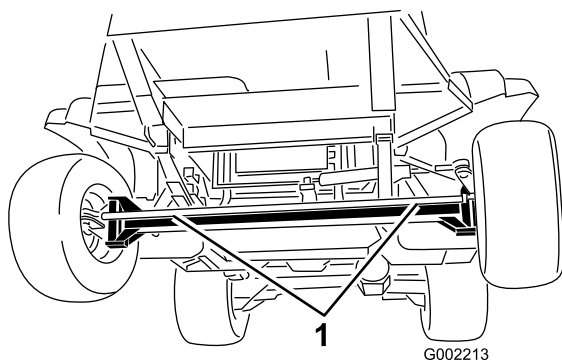
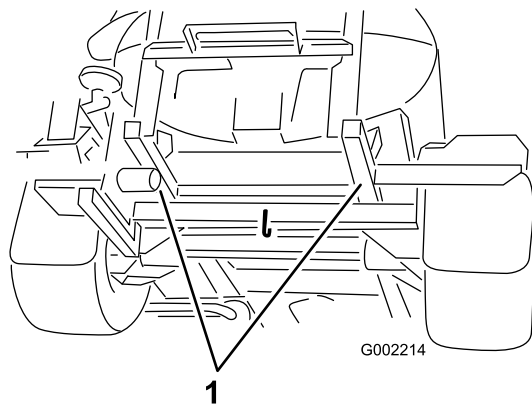

Figura 58
Figura 59
4. Conecte un cable de remolque al bastidor; consulte los puntos de remolcado delanteros y traseros (Figura 58 y Figura 59).